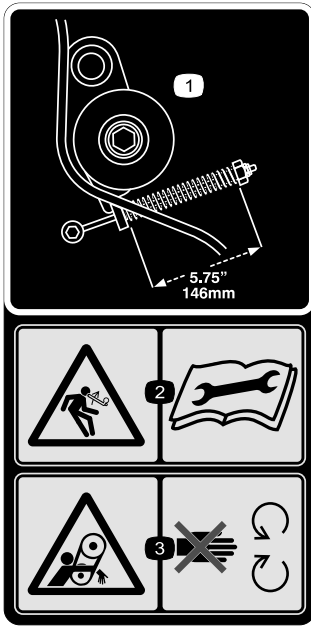

Figura 32
1. Verifique a tensão adequada da correia ao comprimir a mola intermediária para um comprimento de 146 mm; consulte a Figura 32.